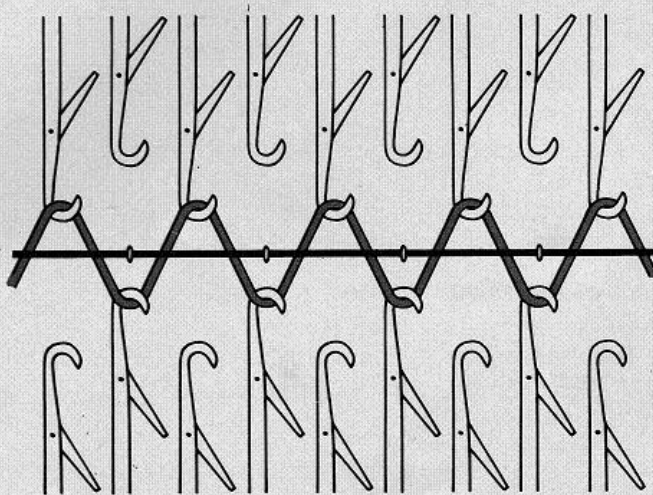

Fig. 33
- Mettre le tendeur (fig. 33) Accrocher les poids.
NOTA: Pour éviter de perdre la dernière maille gauche du 1^{er} rang, il faut passer la laine du côté opposé à cette maille par rapport au jonc du tendeur (fig. 33).